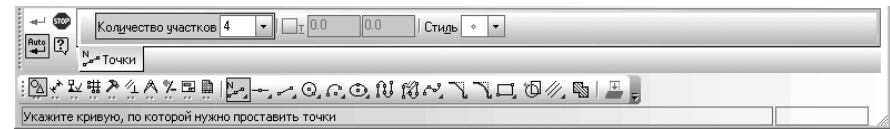

Рис. 8.55. **Панель свойств: Точки по кривой, Компактная панель** с нажатой кнопкой  **Точки по кривой** и строка сообщений
**Панель свойств: Точки по кривой, Компактная панель**, с нажатой кнопкой  **Точки по кривой**, и строка сообщений показаны на рис. 8.55.